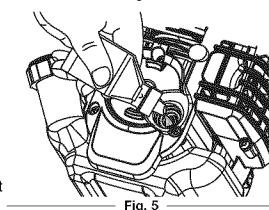

Fig. 5
4. Versez tout le contenu de la bouteille d'huile dans le carter-moteur (Fig. 5).